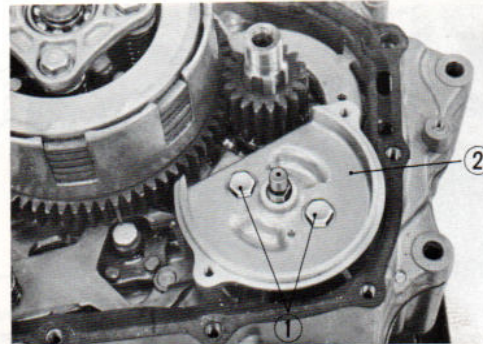

Fig. 58 Dépose du corps de pompe
① Pignon de commande ② Arbre de pompe
- 7) Dévisser les deux vis de 6mm de fixation du corps de pompe et déposer le corps de pompe. (Fig. 58)